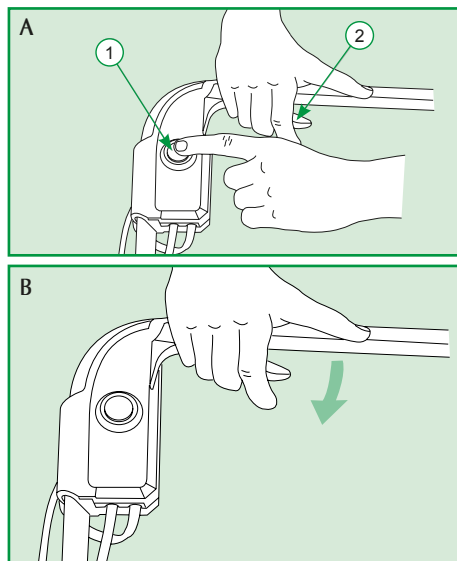

Figura 7
4. Para ligar, pressione o botão vermelho (1) em seguida puxe a alavanca de segurança (2) da chave corta corrente conforme Figura 7 junto ao cabo. O motor funciona somente enquanto a alavanca de segurança (2) estiver encostada junto ao cabo, deligando-se automaticamente quando esta é solta;